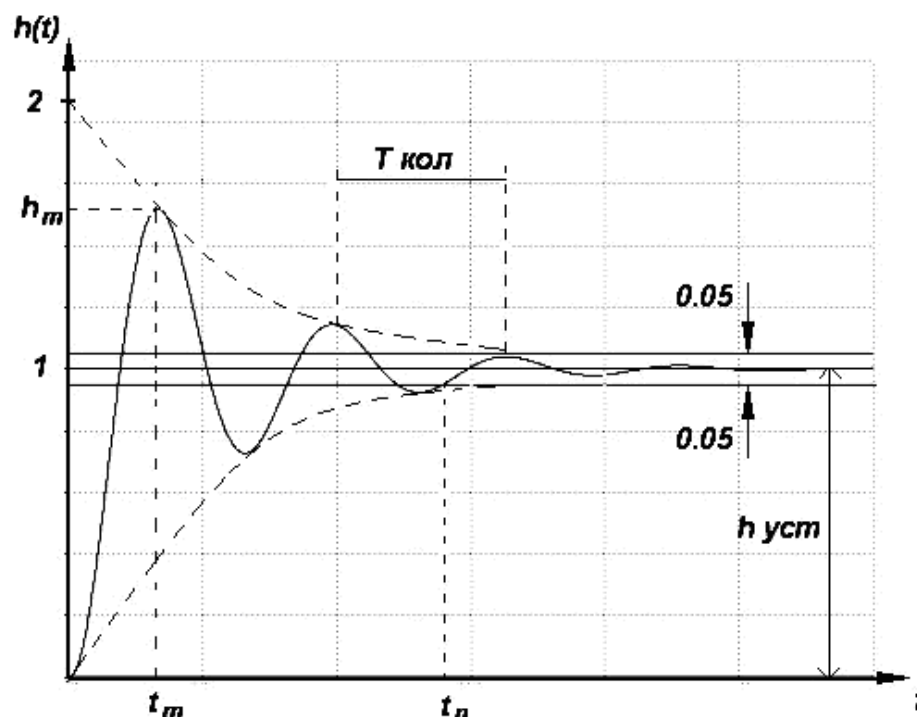

Рисунок 12. Пример переходной характеристики колебательного звена
18. Меняя в меню программы параметры «Колебательного звена» на выходе «Запаздывающего звена» получаем соответствующую переходную характеристику (рис. 12).